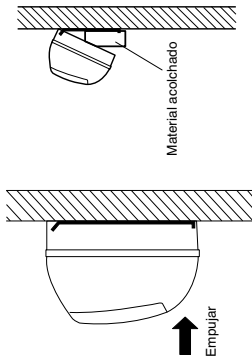

Fig. 3-29
- (1) Para instalar la unidad interior, monte la unidad interior en las 2 lengüetas de la parte superior de la placa posterior.
- (2) Sujete la salida de descarga de aire y presione la parte inferior de la unidad interior hasta que se escuche un clic, para fijar con seguridad las dos lengüetas en la parte inferior de la placa posterior. (Fig. 3-29)